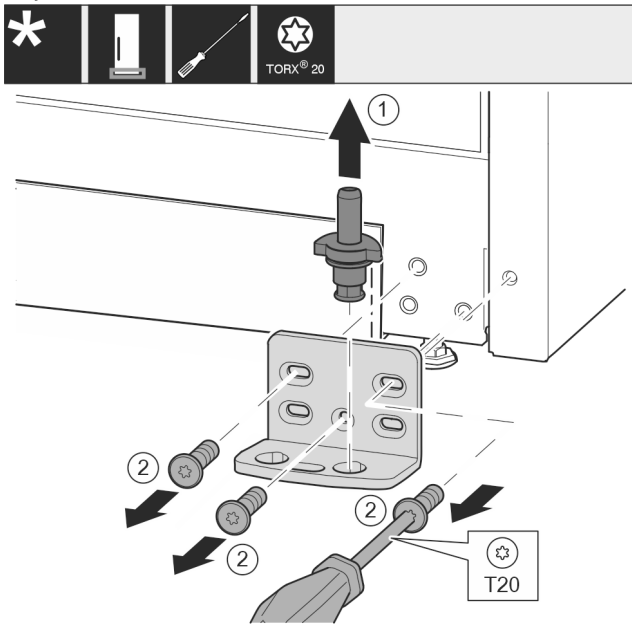

Fig. 18 \*
- ▶ Ložiskový čep Fig. 18 (1) celý vytáhněte nahoru.\*
- ▶ Šroubovákem vyšroubujte šrouby Fig. 18 (2) a sejměte stojan ložiska.\*